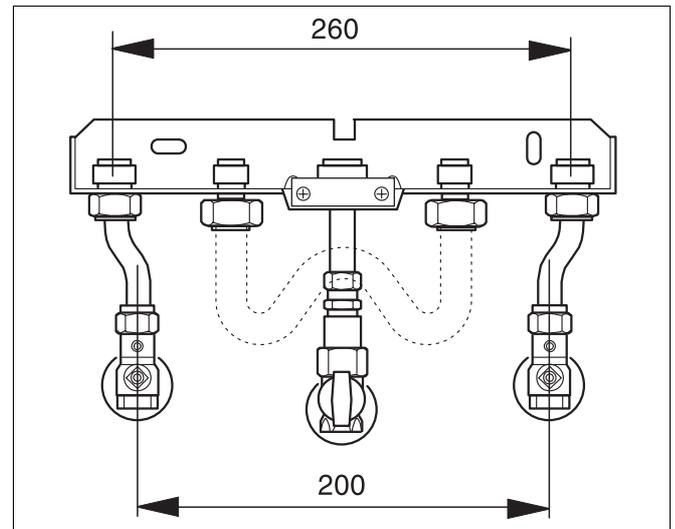

Abb. 15 Montage des Adaptersets
- Dichtungen einlegen und Überwurfmutter mit den Nippeln der Anschlußplatte verschrauben (Abb. 15).